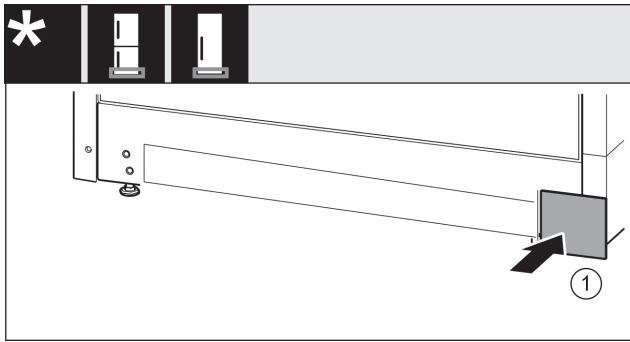

Fig. 17
- ▶ Ponovno natakните poklopac Fig. 17 (1) na drugu stranu.